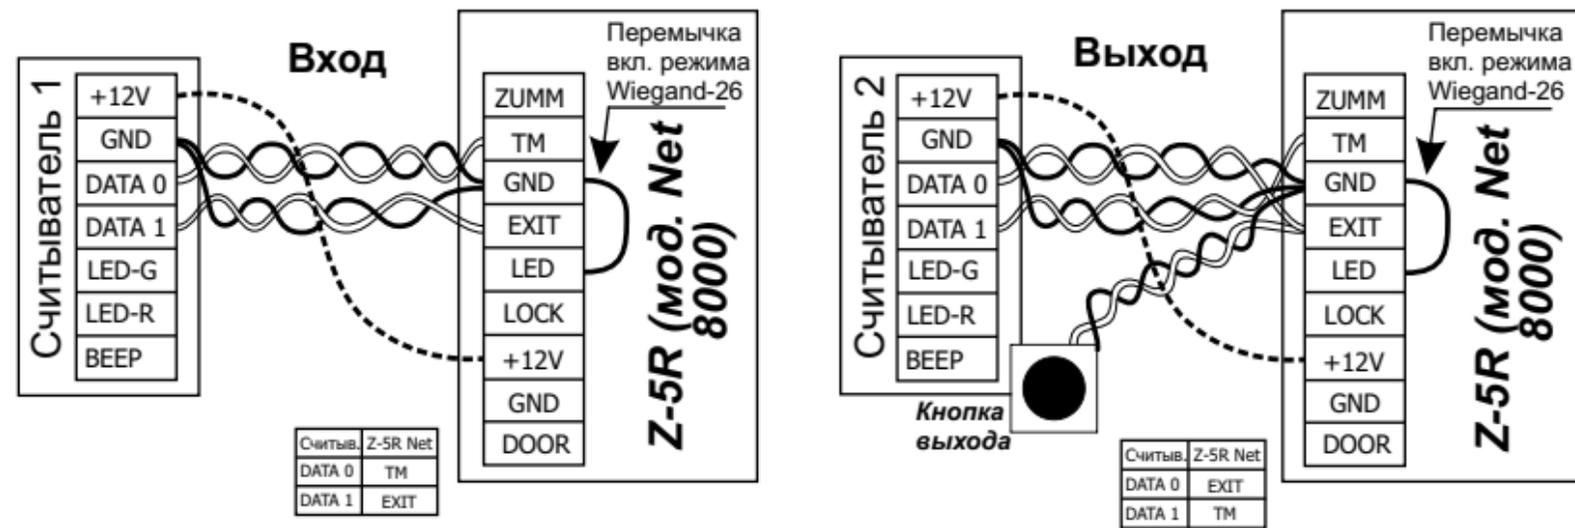

Рис.4 Подключение считывателей к контроллеру по протоколу Wiegand-26
- на входе - считыватель Matrix-II (мод. E) (или считыватель CP-Z при скрытой проводке) (см. рис.4);
При подключении считывателя по протоколу Wiegand требуется две витых пары. По одному из проводов каждой пары используются для соединения клемм GND считывателя и контроллера. Вторые провода каждой пары соединяют выходы считывателя DATA0 и DATA1 со входами TM и EXIT контроллера (см.рис.4). Какой выход с каким входом нужно соединять определяется тем, где установлен считыватель, на входе или выходе. Кроме того следует установить перемычку между клеммами LED и GND контроллера, чтобы указать, что считыватели подключены по протоколу Wiegand.